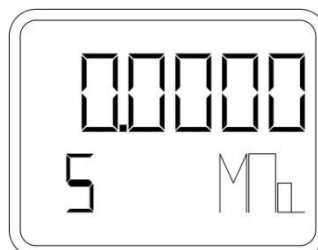

Рисунок 23 – Установка нижнего предела измерения без подачи опорного давления
- При помощи кнопки «М» зайти в пункт меню 5 (рисунок 23).